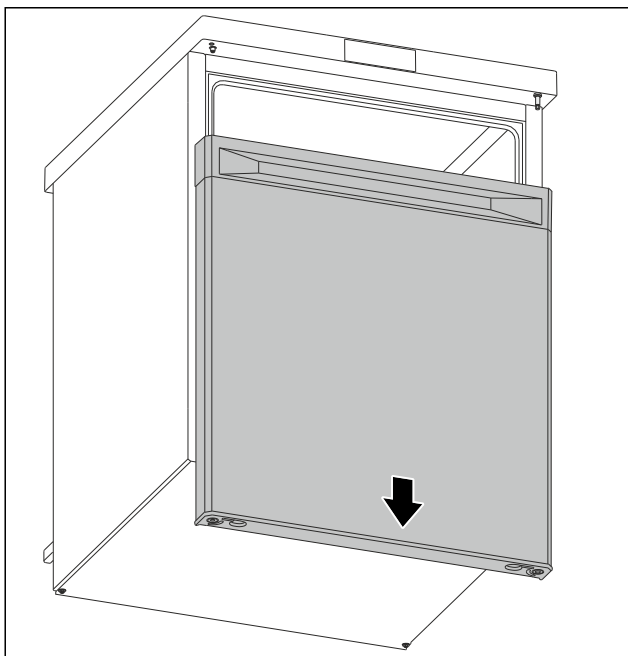

Fig. 6
- ▶ Sejměte dvířka směrem dolů. (viz Fig. 6)